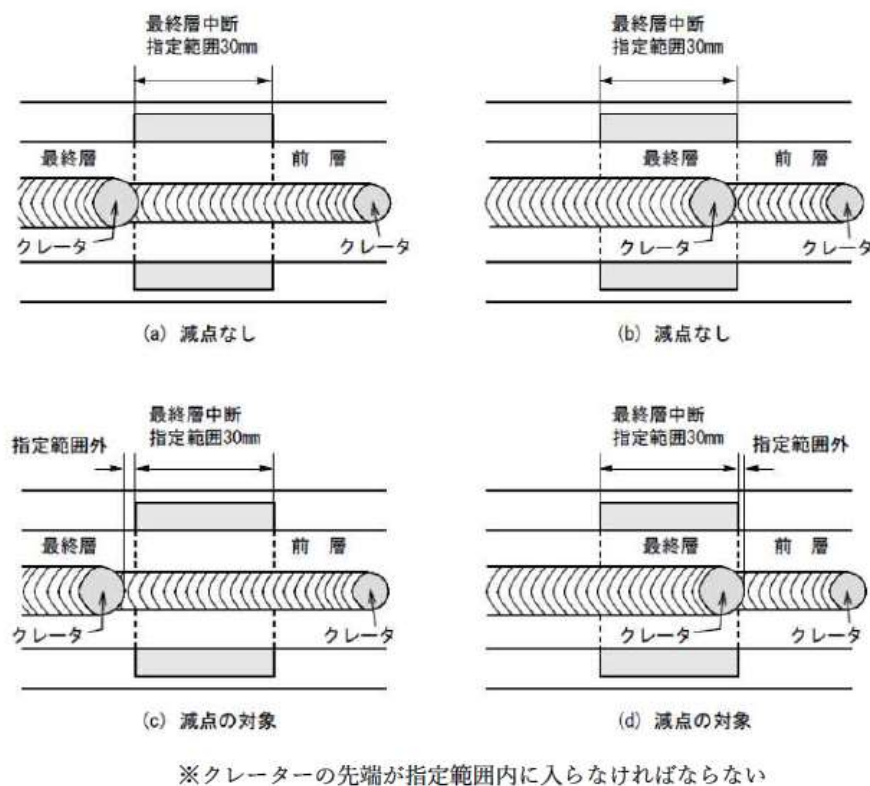

図2 最終層各パスのアーク中断位置
(3) 開先加工時間は競技開始前の15分間とする。開先加工終了時に開先面形状等の確認を受けなければならない。
(4) ビードの重ね方及び層数は自由とする。
(5) タック溶接の位置は競技材裏面の両端から10mm以内で2カ所行う。なお、タック溶接に使用する溶接棒は使用済みの棒でも可。
- (6) 溶接中、溶接棒の取り替えは自由とする。また、溶接棒は最後まで使用しなくてもよい。
- (7) 競技材料は作業台の上の競技材料固定具に設置した後、本溶接に取りかかる前に審査員に申告し、設置状態の確認を受けなければならない。
- (8) 競技材料の最終層の溶接では中央の指定範囲内（30mm）でアークを中断し、審査員の確認を受けた後、指定範囲内から中断前と同じ方向に溶接を継続する。（図2）